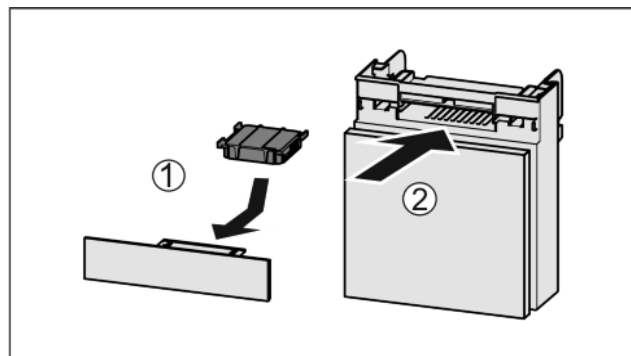

Fig. 42
- ▶ Wkładać Fig. 42 (1) filtr z węglem aktywowanym zgodnie z ilustracją.
- ▶ Wsunąć komorę Fig. 42 (2).